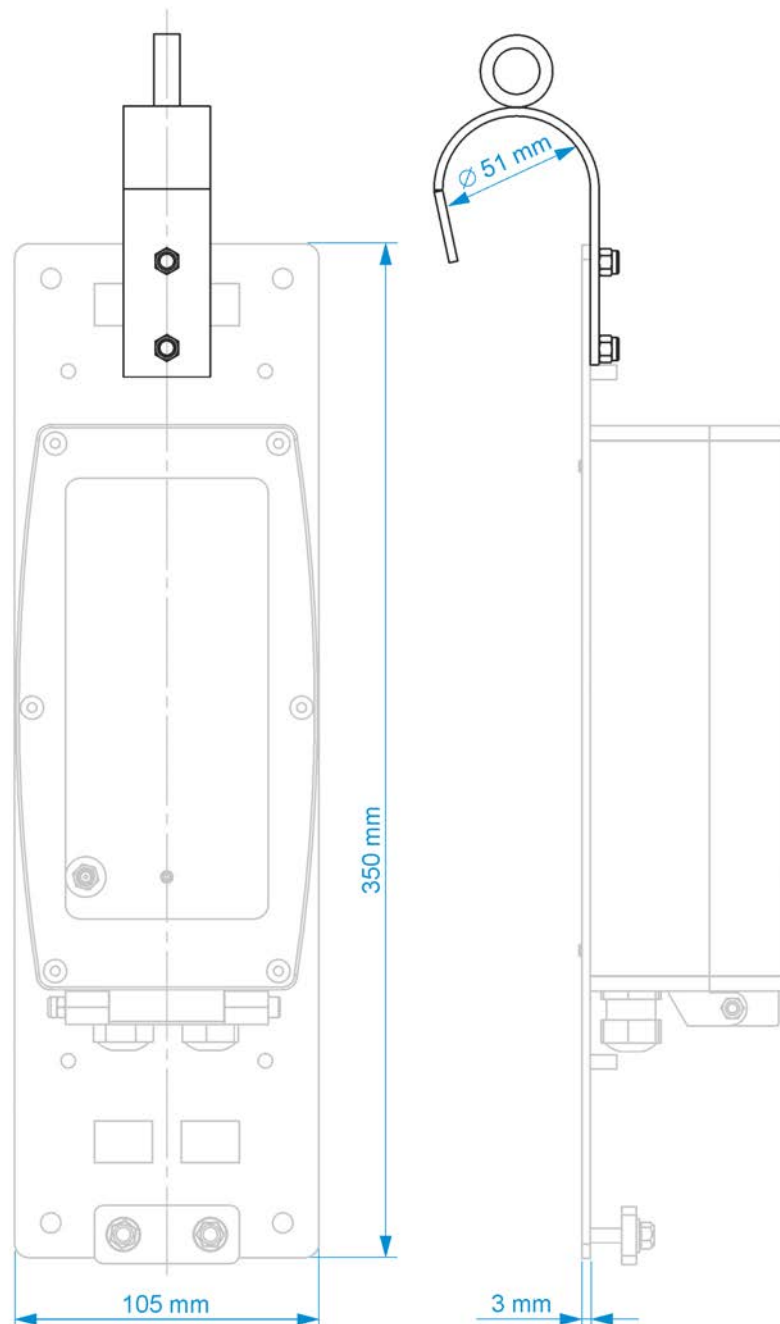

Abb. 24-3 Befestigung mit Bügel am Steigeisen
- Gehäuserückwand montiert auf der Montageplatte *ZMS0 176* (3 mm stark) mit Bügel zum Einhängen am Steigeisen in einem Schacht (siehe Abb. 24-3)
5. Gehäuse an der Wand festschrauben bzw. Datenlogger an der Montageplatte (ggf. auch den Bügel; Abb. 24-3) befestigen.